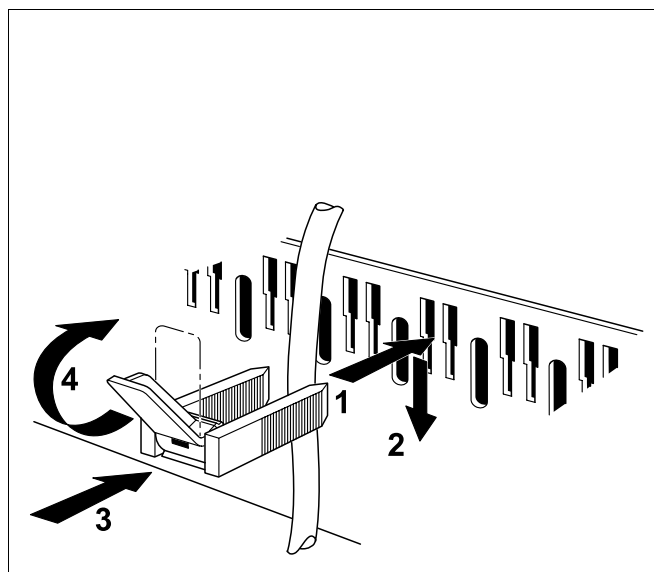

Рис. 66 Крепление провода хомутом
- Все провода закрепить хомутами (рис. 66):
- Вставить хомут с проводом сверху в шлицы рамки (рис. 66); пластинка рычага должна при этом быть направлена вверх (рис. 66, шаг 1).
- Сдвинуть хомут вниз (рис. 66, шаг 2).
- Нажать на хомут (рис. 66, шаг 3).
- Повернуть рычажок вверх (рис. 66, шаг 4).